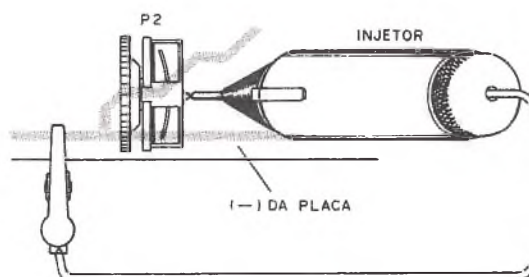

Figura 8
a) Alto-falante em silêncio — veja a polaridade das pilhas, a ligação do integrado. Aplique um sinal com um injetor de sinais no cursor de P2. (figura 8)